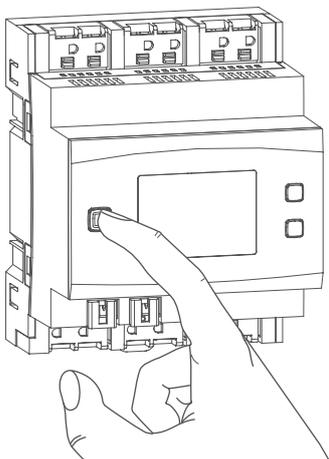

Abbildung 9
i Sie können den Anlernmodus manuell für weitere 3 Minuten starten, indem Sie die Systemtaste (A) kurz drücken (s. „Abbildung 9“ auf Seite 10.)
- Zur Bestätigung eines erfolgreichen Anlernvorgangs leuchtet die LED (A) grün. Das Gerät ist nun einsatzbereit.
Durch kurzes Drücken der Systemtaste können Sie die LCD-Hintergrundbeleuchtung aktivieren (s. „Abbildung 9“ auf Seite 10).